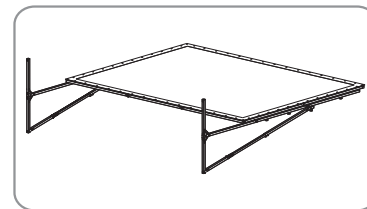

图 22
1. 将银幕缓缓向后倾斜，轻轻平放在平地上，投影面朝上（如图 22）。